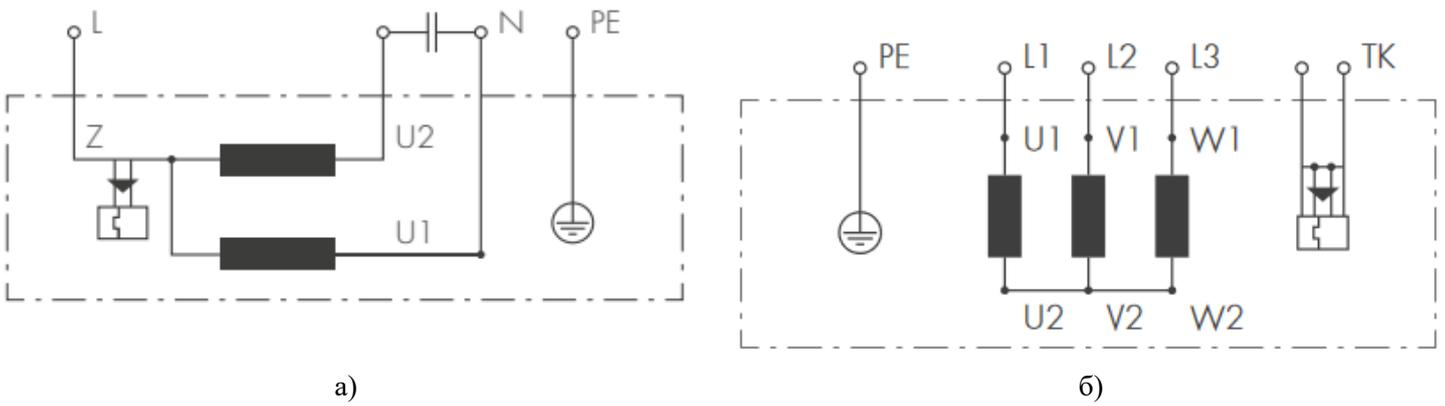

Рис. 2. а) однофазное питание; б) трехфазное питание
- в) электрическое присоединение двигателя производить в соответствии со схемой подключения (см рисунок 2). Для питания электродвигателя вентиляторов необходимо использовать кабель сечением $3 \times 0,75 \text{ мм}^2$. Кабель проводится через резиновый сальник коробки электроподключения на корпусе.